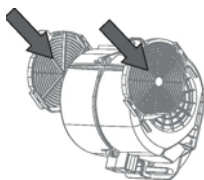
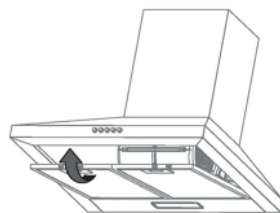

fig.18
fig.19
3. Instale el filtro de carbón como se muestra en la fig. 18 e instale las rejillas de aluminio (fig. 19).